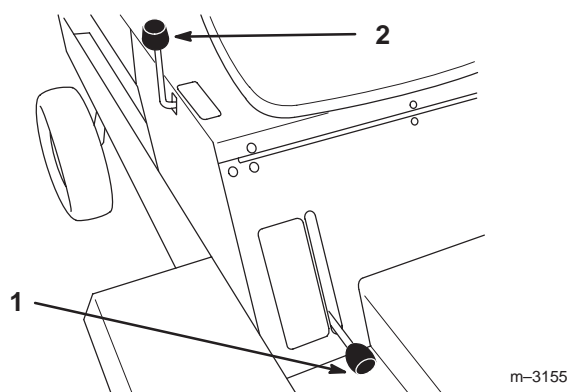

Bild 10
Mit dem Hubhebel (Bild 10) für Anbaugeräte heben und senken Sie diverse Geräte.
2. Ziehen Sie den Anbaugeräte-Hubhebel (Bild 10) nach hinten, um das Gerät in die gewünschte Stellung anzuheben.
2. Drücken Sie den Anbaugeräte-Hubhebel (Bild 10) nach vorne, um das Anbaugerät abzusenken.